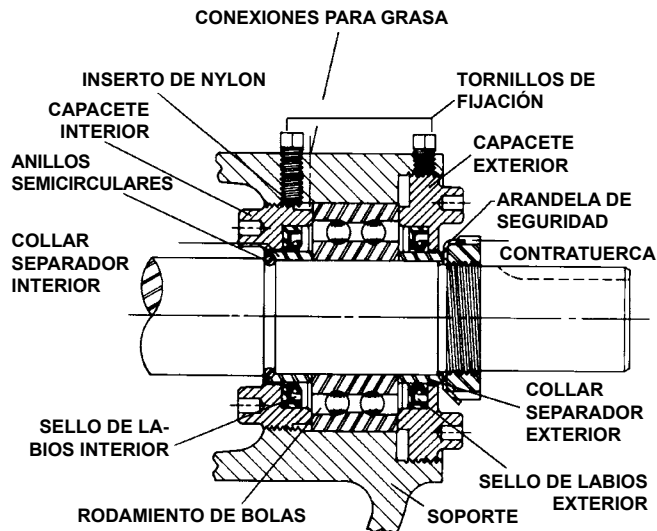

FIGURA 5
8. Suelte los cuatro tornillos de fijación de los capacetes exterior e interior. Retire ambos capacetes, el rodamiento de bolas y los collares separadores de rodamientos. **Consulte la Figura 5. NOTA:** El capacete interior puede retirarse a través de las aperturas laterales del soporte.